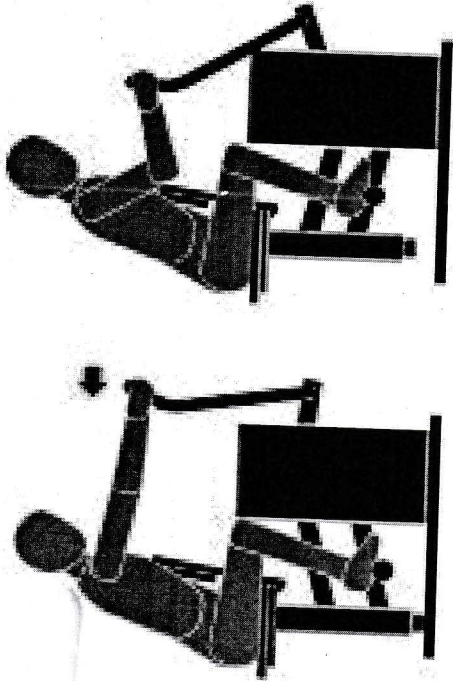

Рис. 10
16.1 Тренажёр предназначен для тренировки мышц груди, брюшного пресса и бицепсов рук. Для занятий необходимо разместиться на сидении тренажёра грудью к вертикальной спинке, руками охватить рукоятки. Тренировка мышц происходит при периодическом притягивании рукоятей тренажёра к себе спереди («к груди»). Посредством подвижной рычажной системы усилие от движения рукоятей передаётся вертикальному движению сиденья, которому противодействует вес тренирующегося (рис. 10).